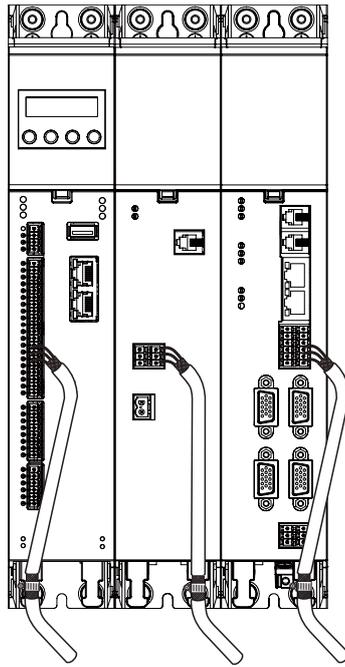

图 3.1 控制连接的屏蔽示例
- 将电缆屏蔽层剥去所需的长度，然后在相应的插入式连接器上使用屏蔽接线片，以便与组件接触（请参见图 3.1）。将电缆屏蔽层具备最大表面的区域铺设到 PE 导轨（主地线）或面板上。